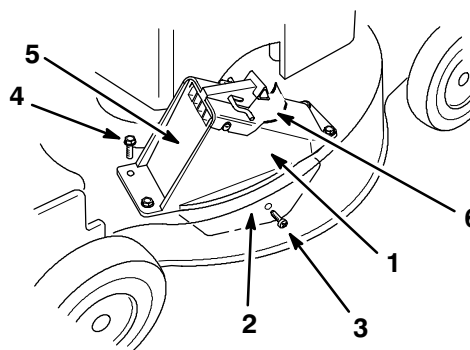

Figure 41
1. Rivet (4)
7. Insérez la languette de l'éjecteur dans le carter de tondeuse (Fig. 41).
8. Placez les trous de l'éjecteur en face des rivets du carter de tondeuse (Fig. 41).
9. Le trou de la languette doit se trouver dans l'alignement du trou latéral du carter de tondeuse (Fig. 41).
4. Boulon (3)
10. Vissez partiellement la vis auto-taraudeuse en plastique fournie avec le bac de ramassage dans le trou latéral et la languette (Fig. 41).
11. Fixez l'éjecteur sur le carter de tondeuse à l'aide des trois vis fournies avec le bac de ramassage (Fig. 41).
- Ouvrez et fermez le volet de l'éjecteur pour vérifier qu'il bouge librement (Fig. 41).